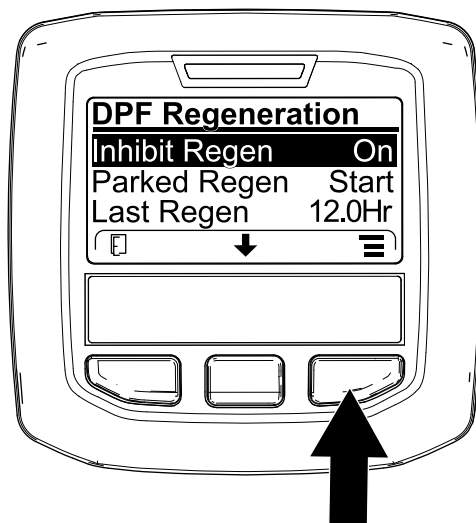
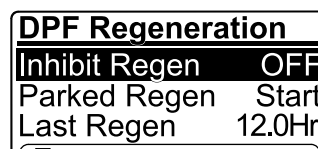

図 31
図 32
1. DPF Regeneration メニューで、中央ボタンを押して再生禁止 INHIBIT REGEN オプションに移動し、右ボタンで中に入る 図 31。
2. 右ボタンを使って、設定を ON から OFF 図 31 または OFF から ON に変える 図 32。